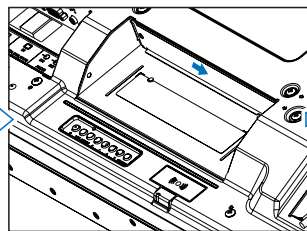
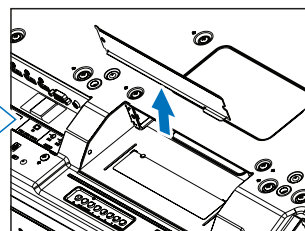

Figure 2
Figure 3
3. Dévissez les vis (**Figure 1**), faites glisser le couvercle vers la droite (**Figure 2**) et soulevez-le (**Figure 3**) pour le retirer.